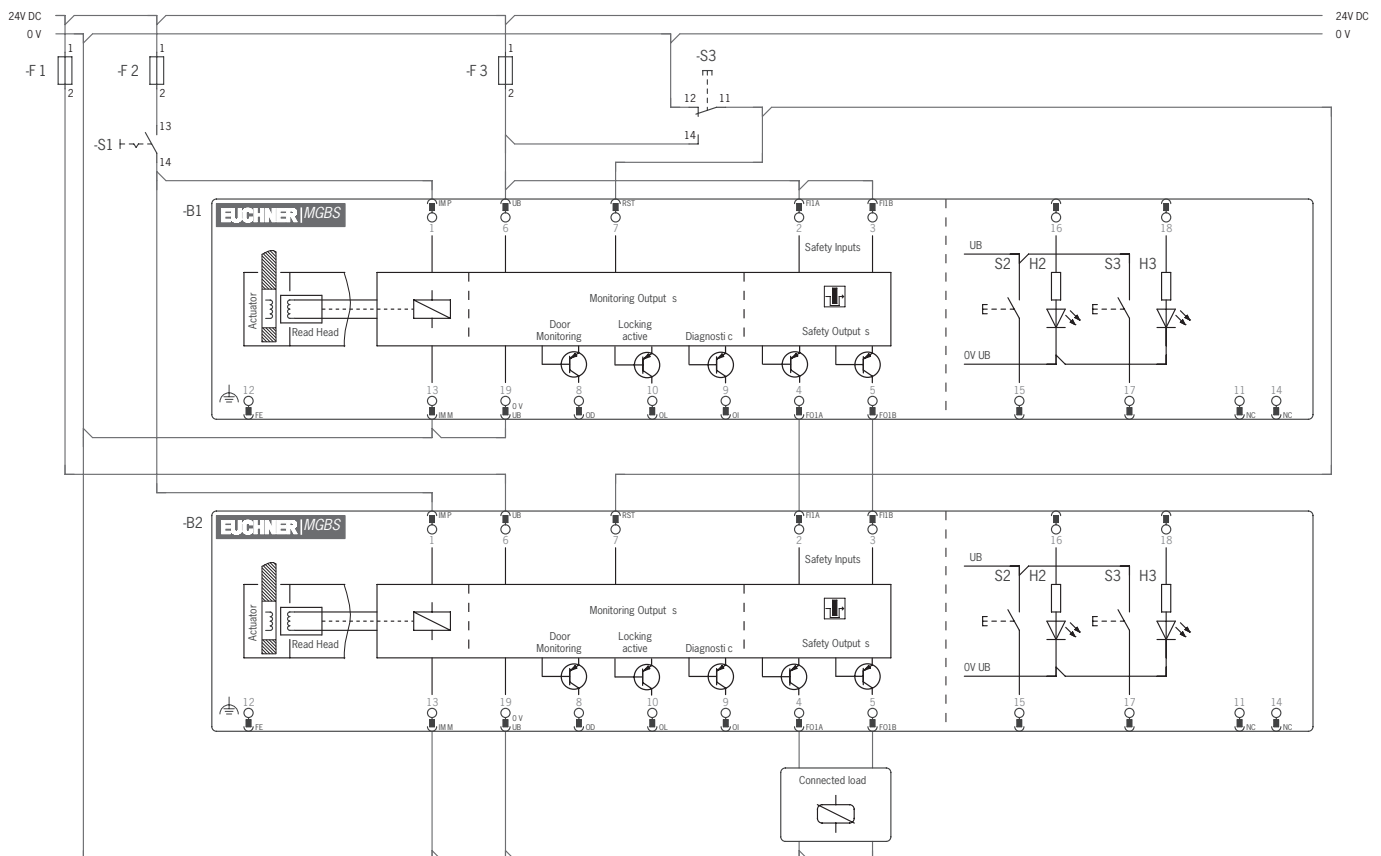

Fig. 6 : Exemple de raccordement pour utilisation en série ; version avec connecteur M23
- Il faut utiliser un signal commun pour tous les modules d'interverrouillage en série. Cela peut être un inverseur ou encore la sortie d'une commande / d'un automate. Un bouton ne convient pas car la réinitialisation en cours de fonctionnement doit toujours être sur GND (voir l'interrupteur S3 sur la Fig. 6 à la page 34).
Pour que cela soit possible, l'entrée RST doit être connectée comme indiqué sur la *Fig. 6 à la page 34*.